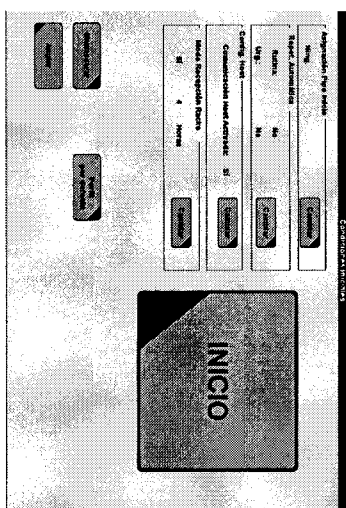

Ilustración B-38 Pantalla Condiciones Iniciales
- ☞ Consulte el apartado *Ilustración B-38* en la página B-70.